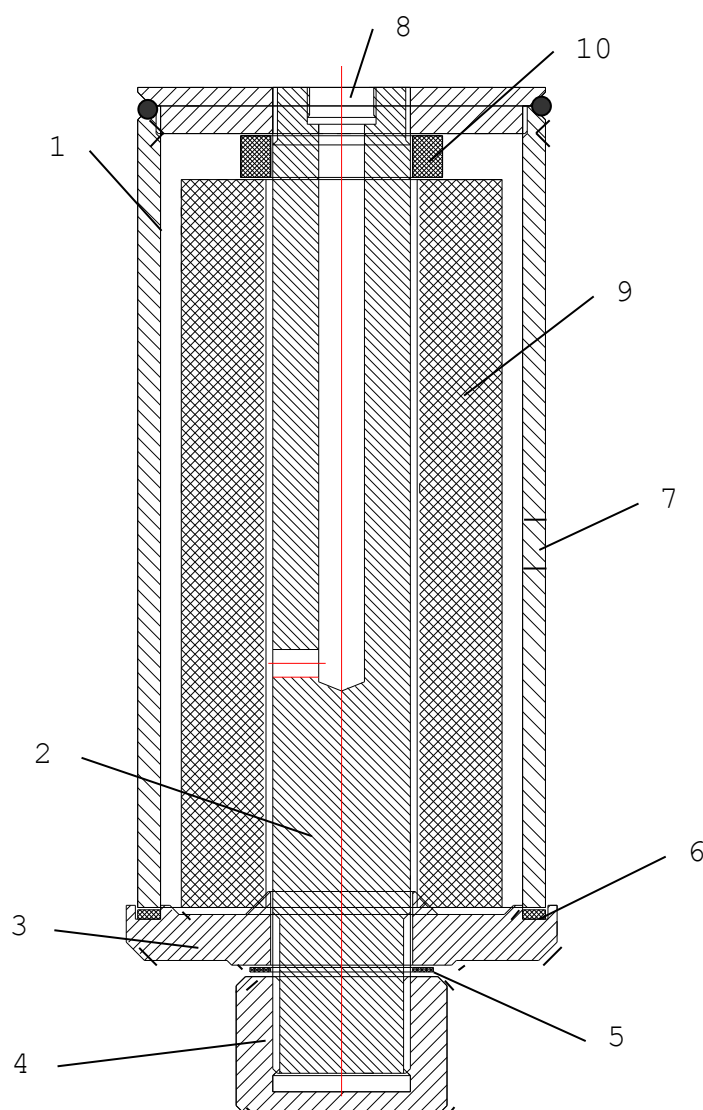

Рис. 8 Фильтр
Фильтр (рис.8) предназначен для очистки сжиженного газа от механических примесей. Фильтр состоит из сварного корпуса (1) цилиндрической формы, центрального стержня (2), предназначенного для крепления нижней крышки фильтра (3) гайкой (4) через медную уплотнительную шайбу (5), в крышке установлено фторопластовое уплотнительное кольцо (6), сжиженный газ поступает в фильтр через отверстие (7), выходит через отверстие в центральном стержне (8), в который вкручена трубка с гайкой для подсоединения ТПР. Фильтрующий элемент (9) – стандартный (от а/м Волга, Москвич), уплотнен резиновым кольцом (10).